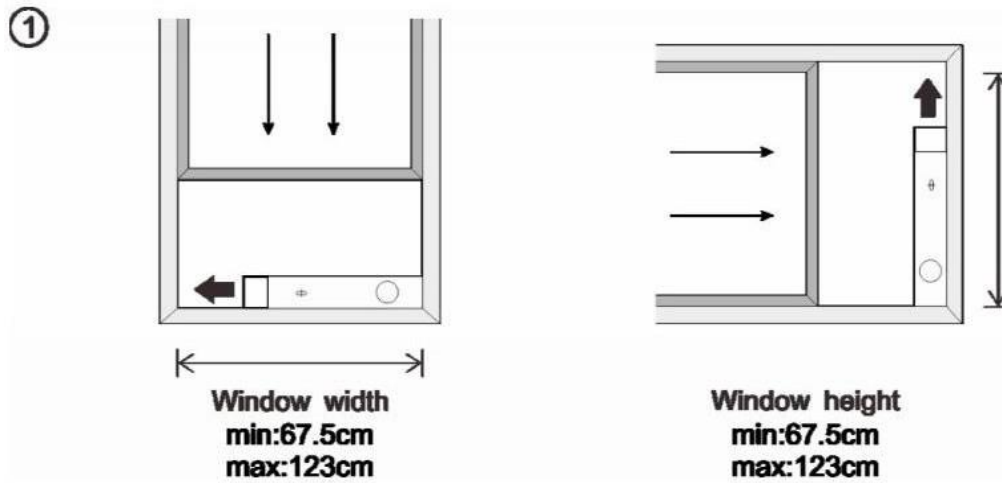

Figure 5 Figure 5a
L'adaptateur de fenêtre peut être installé « horizontalement » ou « verticalement », comme illustré aux Figures 5 et 5a. Vérifier si la taille de l'adaptateur est suffisante pour recouvrir l'aire ouverte de la fenêtre, avant d'entreprendre l'installation.
1. Installer l'adaptateur de fenêtre sur celle-ci (voir Figures 5 et 5a);